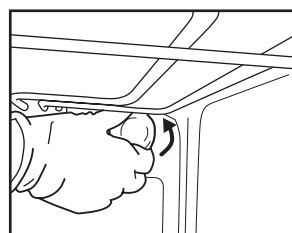

Abb. 5
2. Schrauben Sie die Lampenabdeckung ab (Abb. 5) wechseln Sie die Glühlampe aus (bezüglich des Typs siehe nachstehenden Hinweis) und schrauben Sie die Lampenabdeckung wieder auf.